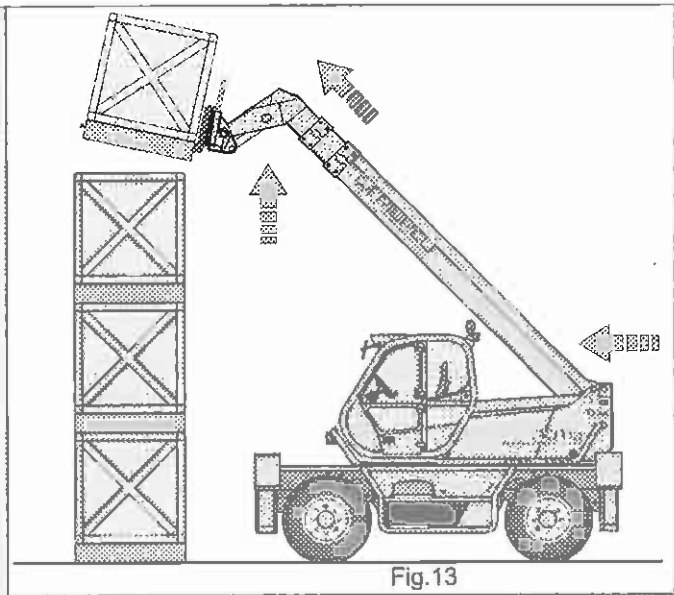
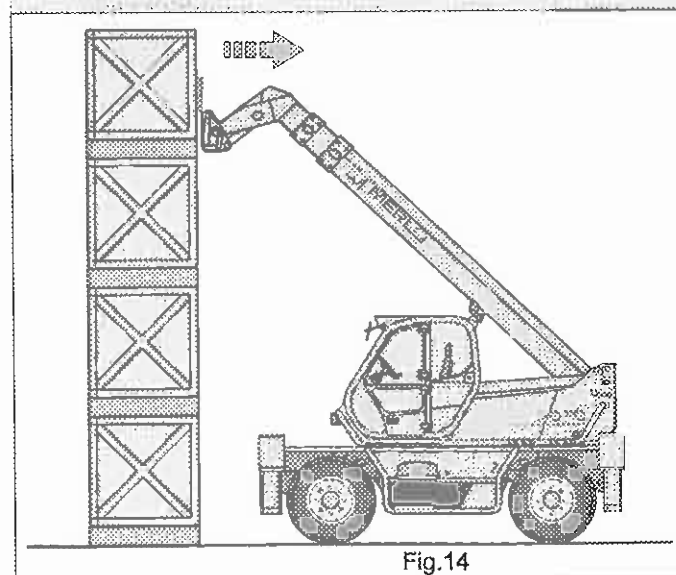

Fig.13
Fig.14
- den Teleskophubarm anheben und ausfahren, bis die Last sich über dem Stapel befindet. Wenn erforderlich die Maschine vorsichtig vorsetzen. (Abb.13)
- den Wähler der Gangschaltung (19) und den Wähler der Fahrtrichtung (20) in Position "N" bringen
- die Gabeln in horizontale Position bringen und die Last korrekt auf dem Stapel absetzen, indem der Teleskoparm gesenkt und eingefahren wird (Abb.14)